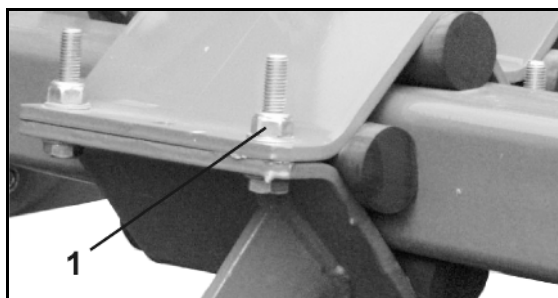

Рис. 73
Для заміни підшипників ковзання (Рис. 73/1) розташуйте розкладену машину так, щоб підшипники ковзання були вільні від навантажень.
- 1. Послабте різьбове з'єднання (Рис. 73/2) вала зміщення (Рис. 73/3).